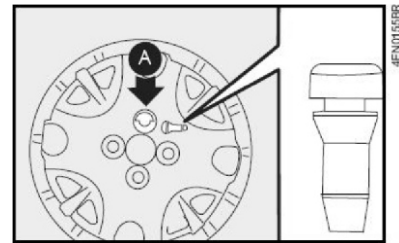

fig. 7
8) Coloque a presión la taza del neumático, haciendo coincidir el símbolo , grabado en el interior de la taza, con la válvula de inflado; de esta forma, el orificio más grande de la taza **A**-fig. 7 pasará a través del tornillo colocado anteriormente.